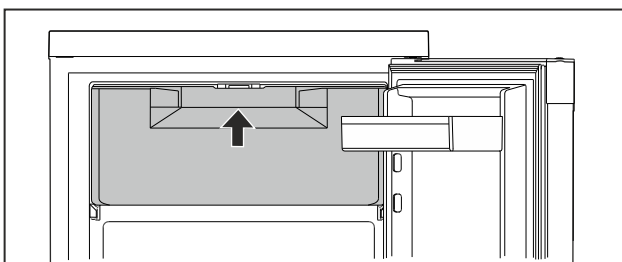

Fig. 47
- ▶ Griffbereich von unten eingreifen. (siehe Fig. 47)
- ▶ Tür schließen und von vorne auf der Griffplatte drücken bis sie einrastet. (siehe Fig. 47)